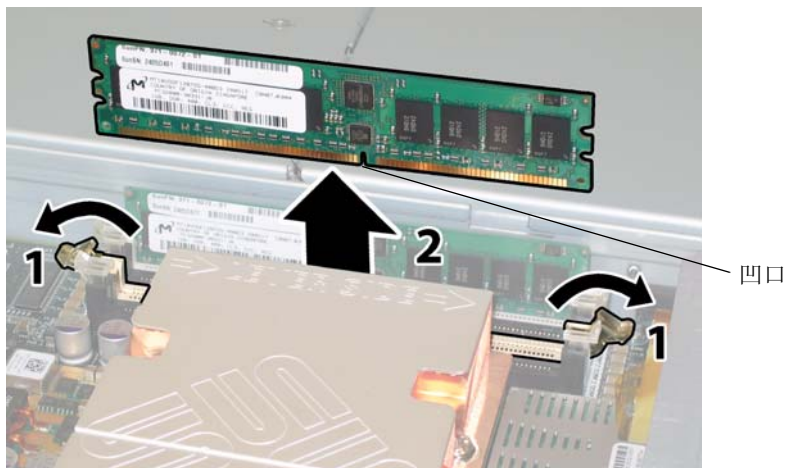

图 3-40 拆卸 DIMM 内存模块
- a. 向外旋转两个 DIMM 插槽弹出杆，直到被挡上。DIMM 内存模块会从插座中部分地弹出。请参见图 3-40。
- b. 将 DIMM 底边的凹口与 DIMM 插座上的卡固销子对齐。请参见图 3-40。